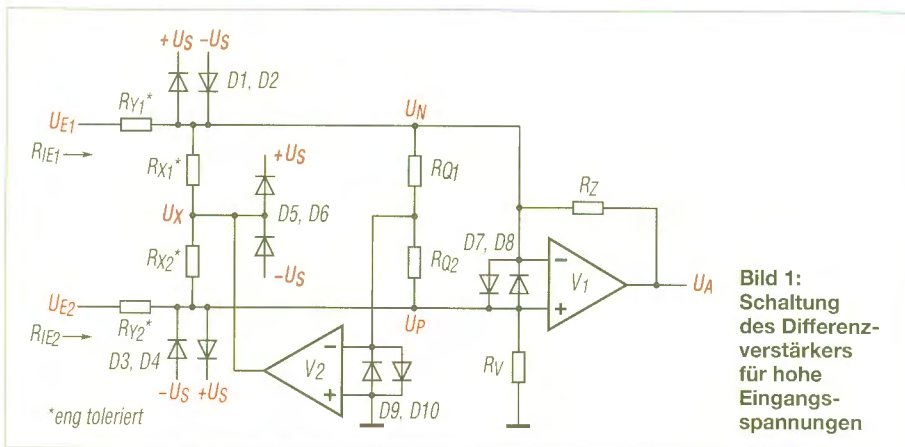

Bild 1:
Z ist maßgebend für die Verstärkung des OPV. Somit ist der Verstärkungsfaktor frequenzabhängig, siehe auch Formel (3). Die Rundspule in Bild 1 besitzt 25000 Windungen aus 0,15-mm-Kupferlackdraht. Sie weist eine Induktivität von 120 H auf. Bei einem Gleichstromwiderstand der Spule von etwa 2,8 k Ω ergibt sich eine untere Grenzfrequenz von 3,7 Hz.
Tabelle 1: Parameter der Spule in Bild 1 in einer Messschaltung gemäß Bild 17 B (ohne C_R)
In Bild 1 ist der Operationsverstärker V1 zu erkennen, der wie gewohnt als Differenzverstärker arbeitet. Der Operationsverstärker V2 tastet das Gleichtaktsignal an den Eingängen von V1 über die Widerstände R_{Q1} und R_{Q2} ab und entfernt es über die Ableitwiderstände R_{X1} und R_{X2} des Eingangsspannungsteilers. Da nunmehr kein Gleichtaktsignal an den Eingängen von V1 verbleibt, ist die Gleichtaktunter-